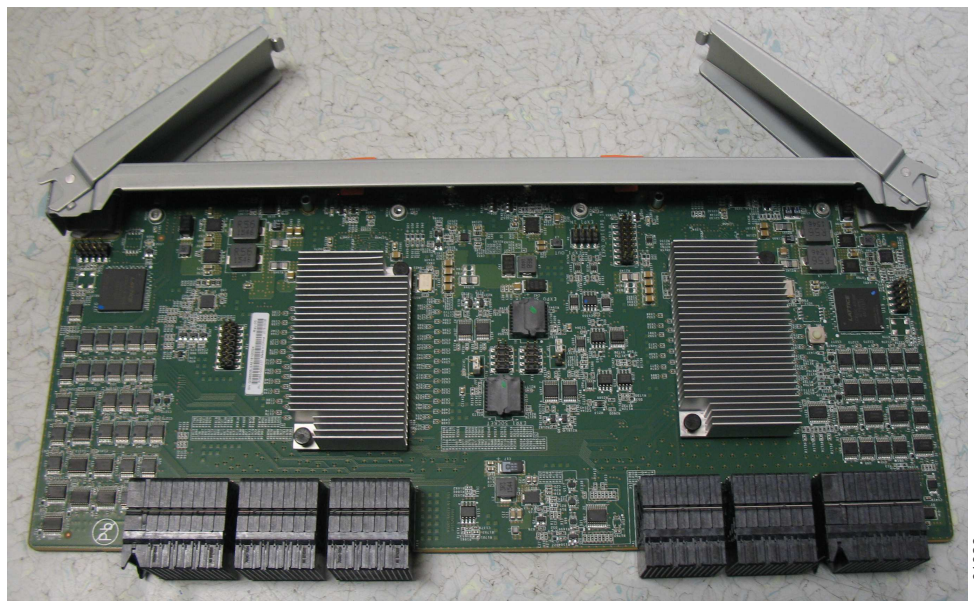

Abbildung 106. Aus Gehäuse entferntes sekundäres Erweiterungsmodul
5. Legen Sie das sekundäre Erweiterungsmodul an einer sicheren Stelle ab (siehe Abb. 106).